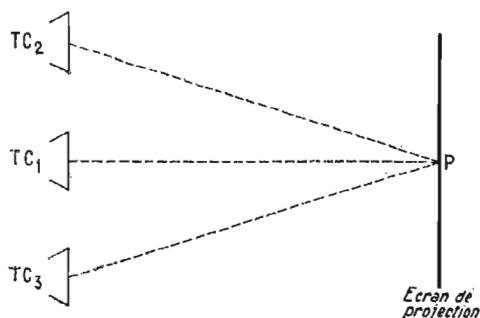

Fig. 1
Quelques rappels sont nécessaires. Un corps radioactif émet un rayonnement dont la nature, la force, sont intimement liés à la nature, à l'état de ce corps. Comment peut-on mesurer ce rayonnement ? La figure 1 montre, sous une forme très simplifiée, le dispositif de mesures à mettre en action. Pour mesurer des rayonnements faibles, il faut opérer dans des chambres blindées, sous des épaisseurs importantes de béton. L'âme du dispositif est le photomultiplicateur ; c'est un tube pourvu à sa partie avant d'une photocathode qui va traduire en impulsions de courant chaque impulsion lumineuse reçue. Nous verrons par la suite d'où viennent ces impulsions lumineuses, elles sont d'une très faible intensité, le courant dont elles provoquent le développement dans le circuit de la photocathode (ou cellule photo-électrique) doit être fortement amplifié. Derrière la photocathode se trouve un dispositif multiplicateur d'électrons comportant plusieurs dynodes à émission secondaire ; le gain assuré peut atteindre un million.
a) Si une des images apparaît sans déformation, les deux autres sont affectées de déformations trapézoïdales. Sur la figure 1 nous montrons les écrans des trois tubes placés côte à côte. L'image rectangulaire de celle